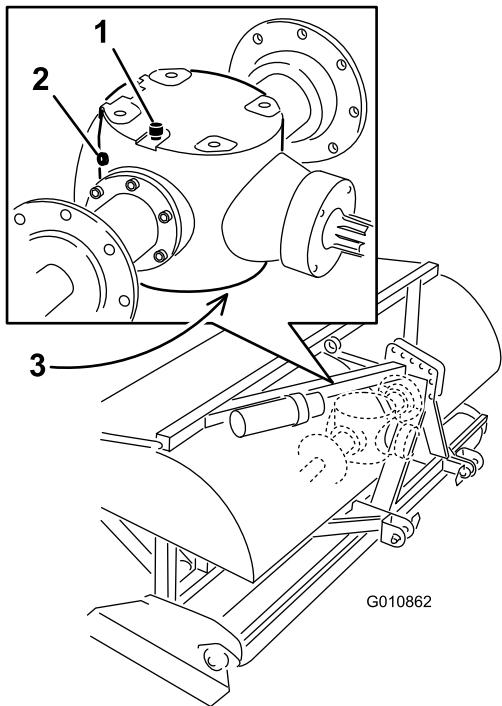

Figura 41
2. Remova o tampão de verificação da caixa de velocidades (Figura 41).
3. Certifique-se de que o nível se situa pela base do orifício do bujão na caixa de velocidades (Figura 41).
1. Elimine os detritos do tampão de ventilação/enchimento e verifique o tampão de escoamento para evitar contaminação (Figura 41).